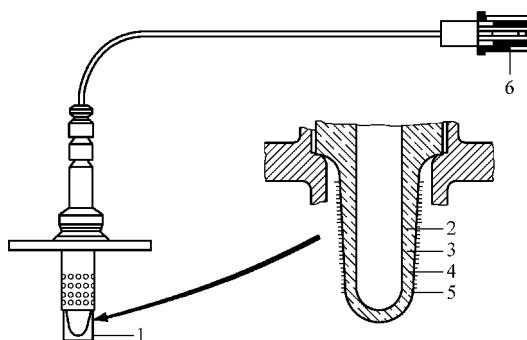

图 5-62 氧化锆式结构示意图
(1) 氧化锆式结构特点 氧化锆式氧传感器的基本元件是氧化锆陶瓷管 (固体电解质), 亦称锆管, 如图 5-62 所示。